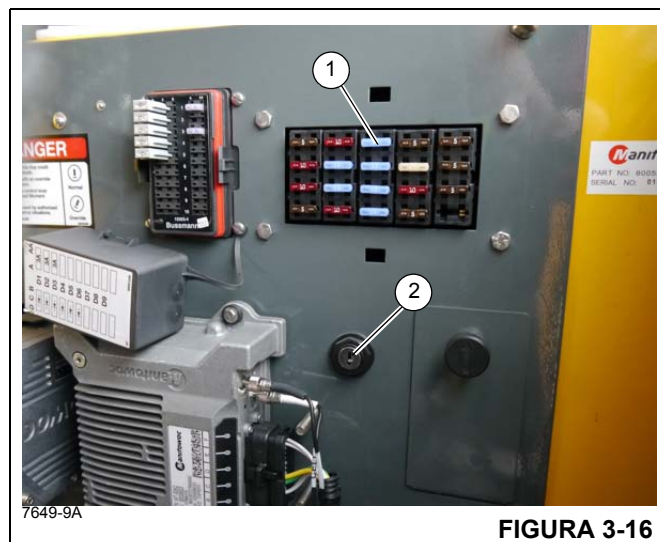

FIGURA 3-16
O painel de fusíveis (1) (Figura 3-16) localiza-se atrás do assento da cabine no conjunto do painel de fusíveis e relés da cabine. Ele contém até 20 fusíveis que protegem os vários componentes elétricos do guindaste.
A chave de cancelamento de emergência do RCL (2) (Figura 3-16) é um contato operado por chave que está localizada dentro da cabine do operador no conjunto do painel atrás do assento. Quando acionada (girada no sentido horário), a chave cancelará e evitará que o RCL trave as funções do guindaste (limite de terceira volta e anticolisão do moitão) caso ocorra uma sobrecarga ou condição de colisão do moitão. Gire a chave no sentido anti-horário para contornar a chave anticolisão do moitão, a extensão/retração do telescópio e o indicador de 3ª volta (limite de abaixamento do guindaste) e a elevação/abaixamento da lança.